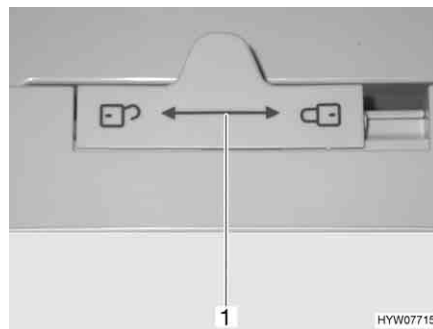

Fig. 195 Bloccaggio della porta del frigorifero (serie Dometic 7)
- Spostare il dispositivo di bloccaggio (Fig. 195,1) verso sinistra .
- Spostare il dispositivo di bloccaggio (Fig. 195,1) completamente verso destra "🔒".